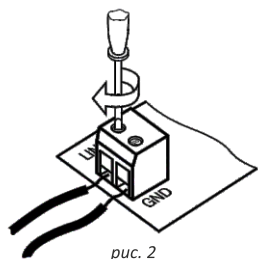

рис. 2
1. Подключите провода, идущие от внешнего датчика, к месту для подключения внешнего датчика (4) как показано на рис. 2 и с помощью отвертки закрутите винты сверху для закрепления.
2. Переведите переключатель датчиков (6) из положения ON в положение 1.